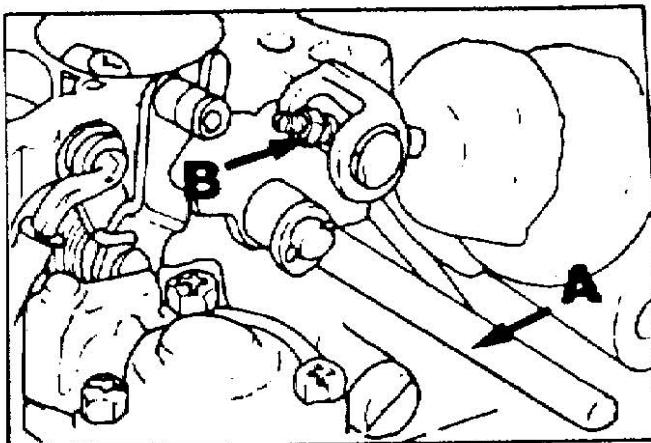

Рис. 8 Регулировка частоты вращения холостого хода - начальная
- Переверните карбюратор, полностью втолкните тягу вакуумного блока и поместите калибр (A, Рис. 8) или сверло диаметром 9,5 мм между приводным рычагом термоклапана и корпусом карбюратора.
- Если эта первоначальная установка не верна, ослабьте контргайку (B, Рис. 8) и отрегулируйте длину тяги термоклапана для получения необходимого размера.